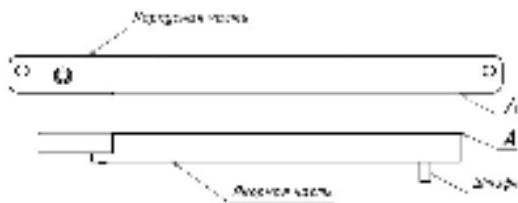

Рисунок 5 – Совмещение кромок корпуса и якоря
**ВНИМАНИЕ!** При монтаже замка правильное положение якоря относительно корпуса обеспечивается при совмещении кромок А (рисунок 5).